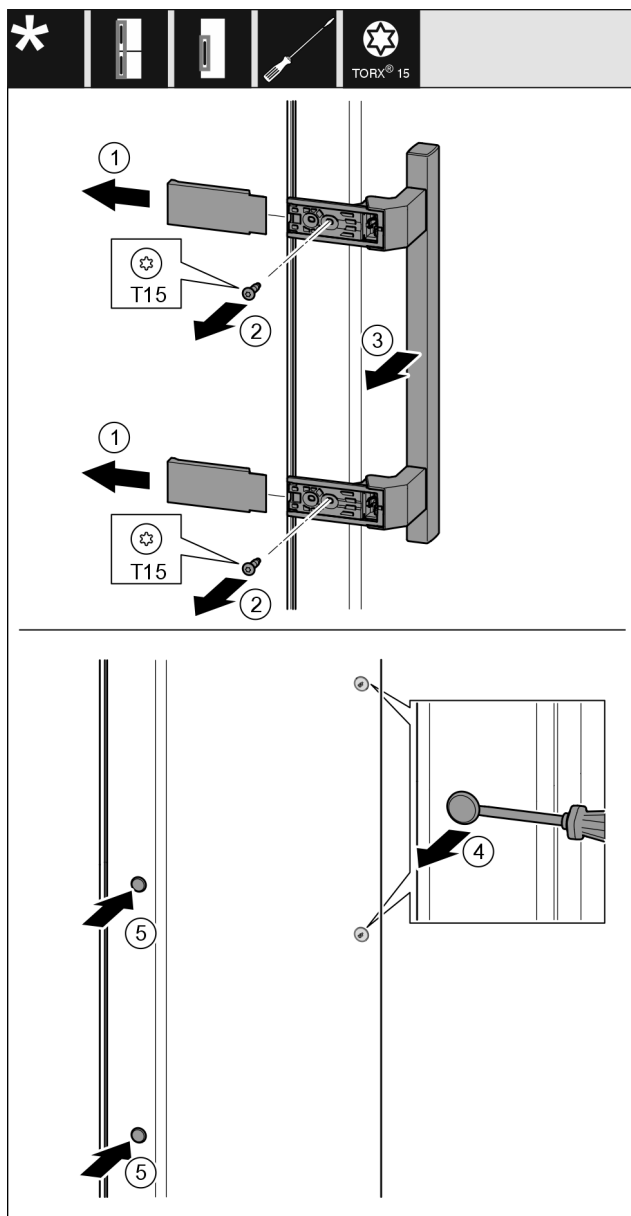

Fig. 49
- Hiqni kapakun mbulues Fig. 49 (1).
- Lironi vidat Fig. 49 (2) me një kaçavidë.
- Hiqni dorezën Fig. 49 (3).
- Ngrini lart me kujdes tapën anësore Fig. 49 (4) me një kaçavidë me kokë petë dhe nxirreni jashtë.
- Vendosni sërish tapën Fig. 49 (5) në anën tjetër.